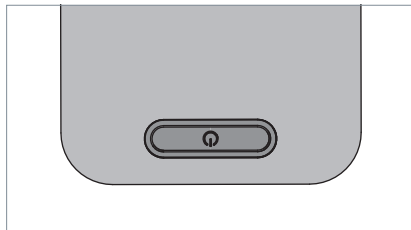

Fig. 5: Tasto.
- ▶ Premere il tasto, vedi Fig. 5.
- ▶ Premere il tasto e tenerlo premuto, vedi Fig. 5.